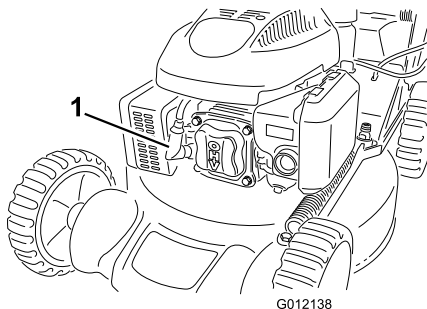

Figura 18
2. Staccate il cappello dalla candela (Figura 18) prima di eseguire interventi di manutenzione.
2. Scollegate il cappello dalla candela (Figura 18).